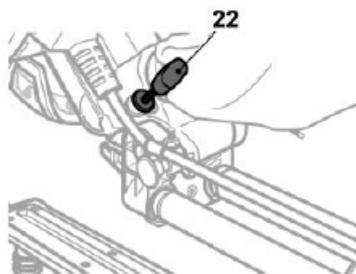

Fig. 33
- > Réglez la butée de profondeur [22], le cas échéant (Fig. 33).